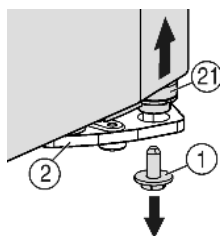
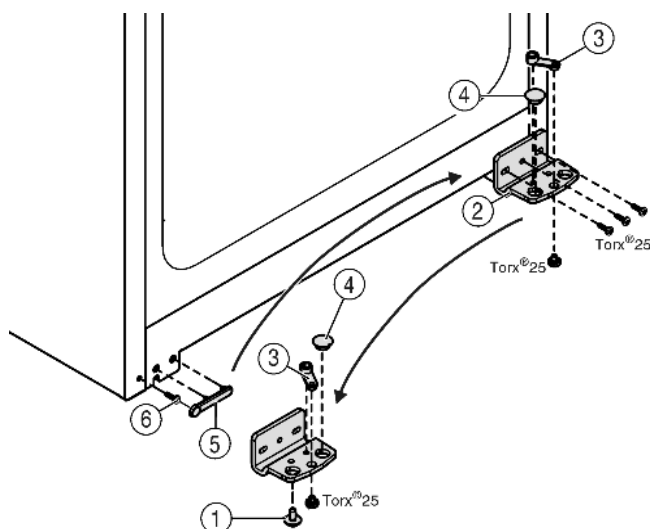

Fig. 4
Fig. 5
- Rechts onder aan de lagerbus de borgschroef Fig. 4 (1) uitdraaien.
- ▷ De lagerbout Fig. 4 (21) komt uit de lagerbus Fig. 5 (2) los.
- Indien de lagerbout Fig. 4 (21) niet los komt, de bout van onder naar boven drukken.
- Lagerbus Fig. 5 (2) losschroeven.
- Lagerdeel Fig. 5 (3) losschroeven en in het tegenoverliggende opnamegat van de lagerbus omzetten en weer vastschroeven.
- Stop Fig. 5 (4) uit de lagerbus verwijderen en in de tegenoverliggende opening van de lagerbus omzetten.
- Afdekking Fig. 5 (5) aan kant van de greep voorzichtig wegnemen.
- Schroef Fig. 5 (6) uitdraaien en aan de andere kant weer indraaien.
- Afdekking Fig. 5 (5) weer terugplaatsen.
- Lagerbus Fig. 5 (2) aan de nieuwe scharnierzijde evt. met behulp van een accuschroevendraaier weer **goed (met 4 Nm)** vastschroeven.
- Borgschroef Fig. 4 (1) onder in de lagerbout draaien en vastschroeven (**met 4 Nm**).